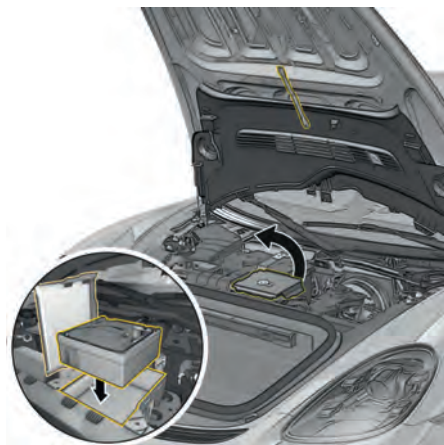

Fig. 78 : Rangement du compresseur pour pneumatiques
1. Rangez le compresseur pour pneumatiques dans le coffre de rangement (fig. 78)